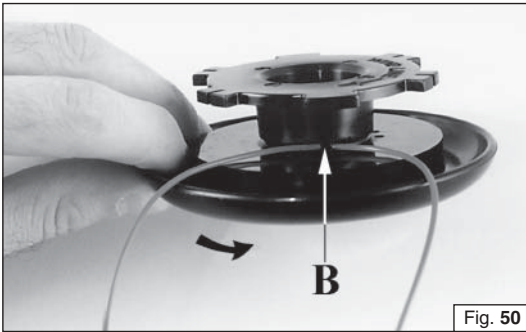

Fig. 50
- 2 - Piegarlo il filo a metà lasciando una parte più lunga dell'altra di circa 10 cm. Inserire il filo nell'apposita asola (B, Fig. 50) sulla bobina. Avvolgere, in direzione della freccia.
- 2 - Doble el hilo en dos partes dejando que una resulte aproximadamente 10 cm más larga que la otra. Insertar el hilo en la correspondiente ojal de la bobina (B, Fig. 50). Arrolle hilo siguiendo la dirección que indica la flecha.
- 2 - Plier le fil en deux en laissant une partie plus longue d'environ 10 cm que l'autre. Insérer le fil en l'entaille spécial (B, Fig. 50) sur la bobine. Enrouler, en direction de la flèche.
- 2 - Vouw de draad dubbel, en laat het ene deel ongeveer 10 cm langer dan het andere. Insteken de draad in de daarvoor bestemde inkeping (B, Fig. 50) op de spoel. Wikkel iedere draad in de richting van de pijl.
- 2 - Double back the line, leaving one end 10 cm longer than the other one. Insert the line in the notch (B, Fig. 50). Wind the line in the direction of the arrow.
- 2 - Dobre o fio na metade deixando uma parte mais comprida do que a outra de aproximadamente 10 cm. Insere o fio na apropriada marca (B, Fig. 50) na bobina. Enrole, na direção da flecha.
- 2 - Faden etwa in der Hälfte so knicken, daß ein Teil ca. 10 cm länger als das andere ist. Faden in der Kerbe (B, Abb. 50) auf der Spule sperren. Verwickeln in Pfeilrichtung.